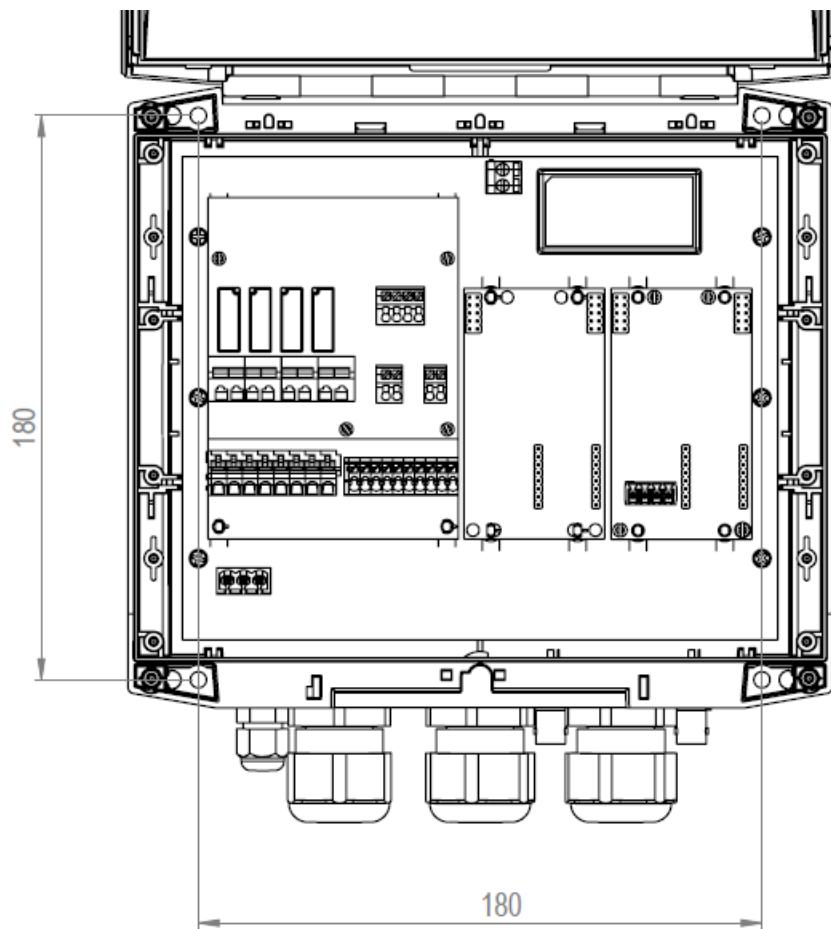

Fig. 2 - Misure per il fissaggio a muro 229l x 204h
Rispettare le norme in vigore nei diversi paesi per quanto riguarda l'installazione elettrica (Fig. 2). Lo strumento viene fornito senza cavo di alimentazione. L'apparecchiatura deve essere collegata alla rete di alimentazione tramite un interruttore onnipolare sezionatore avente una distanza minima tra i contatti di mm. 3. Prima di accedere ai dispositivi di collegamento, tutti i circuiti di alimentazione debbono essere interrotti.
Per accedere ai 4 fori di montaggio, rimuovere le chiusure sui punti di montaggio (A) che si trovano su ciascun angolo dello strumento, svitare con un giravite a croce le quattro viti poste al di sotto delle chiusure, per aprire poi il pannello frontale (vedi Fig.2).